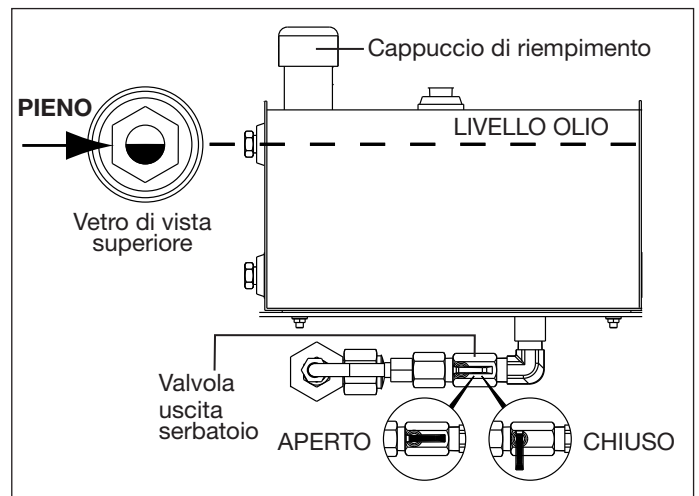

Figura 4, Serbatoio olio idraulico
- Accertarsi che la valvola di uscita del serbatoio sia in posizione di apertura- Vedere la Figura 4.